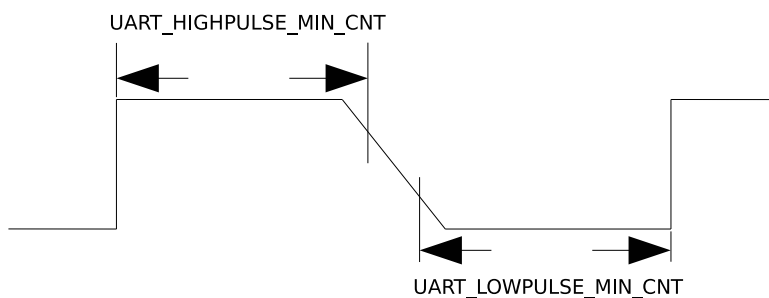

图 26-5. UART 信号下降沿较差时序图
2. 对于 UART 信号的下降沿信号比较差的情况，如图26-5所示，这时通过取 UART\_LOWPULSE\_MIN\_CNT 与 UART\_HIGHPULSE\_MIN\_CNT 的和平均得到的值不准确，可以通过 UART\_POSEDGE\_MIN\_CNT 获取发送方波特率。计算公式如下：